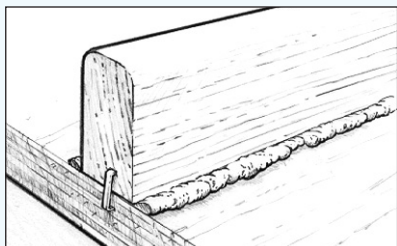

Figure 11 Serrer en place les éléments avant que l'époxy ne se gélifie.
3. Serrez les pièces. Utilisez des dispositifs de serrage adéquats pour maintenir les composants en place. Serrez juste assez pour qu'une petite quantité de mélange époxy épaissi s'échappe de la jointure. Cela indique que l'époxy est bien mis en contact sur les deux surfaces d'assemblage (*Figure 11*). Evitez de serrer trop fort, car cela pourrait expulser tout le mélange époxy de la jointure.